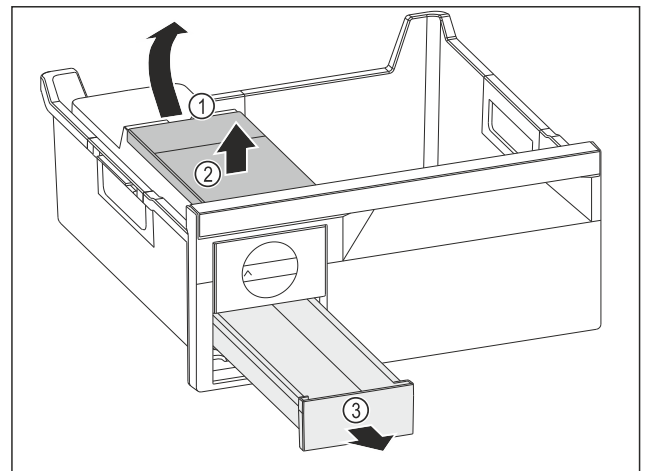

Fig. 77
- ▶ Vađenje spremnika za vodu: Podignite spremnik za vodu na otvoru Fig. 77 (1).
- ▶ Izvadite spremnik za vodu Fig. 77 (2) prema gore.
- ▶ Izvadite ladicu Fig. 77 (3) prema naprijed.